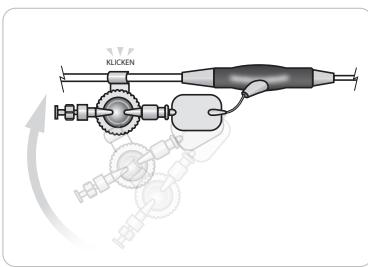

Abbildung 2.5
6. Lassen Sie den Purgeclip (am Druckspeicher des durchsichtigen Seitenarms) am Verbindungskabel einrasten, wie in Abbildung 2.5 dargestellt.